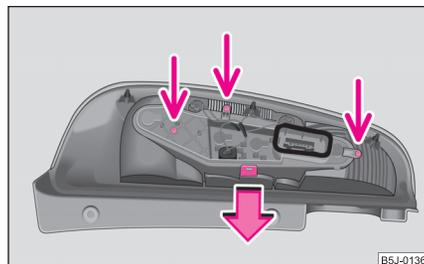

Abb. 193 Ausbau des Mittelteils der Heckleuchteinheit
- Für den Zugang zu den Glühlampen, schrauben Sie den Mittelteil der Heckleuchteinheit ab und drücken die Rastnase weg ⇒ Abb. 193.
- Schrauben Sie den Mittelteil der Heckleuchteneinheit wieder am Gehäuse an ⇒ Seite 218, Abb. 193.